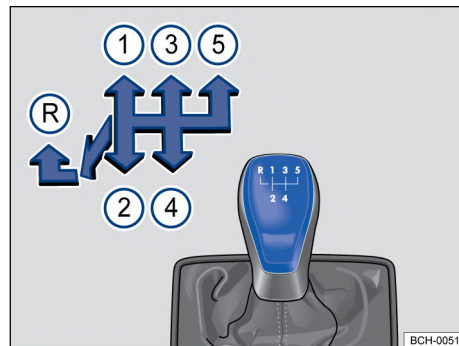

Fig. 91 Esquema de la transmisión manual de 5 marchas.
Las posiciones de cada una de las marcha están representadas en la palanca de cambios → fig. 91.
- Empujar la palanca de cambios totalmente hacia la izquierda y después hacia adelante hasta la posición de la marcha atrás → fig. 91 .